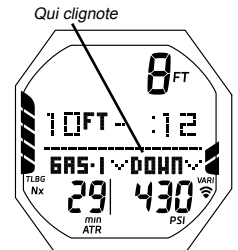

Fig. 85 - ÉCRAN PRINCIPAL D'INFRACTION PROVISOIRE
- > L'indication DOWN et les flèches pointant vers le bas se mettent à clignoter (Fig. 85) jusqu'à ce que vous vous trouviez dans les 3 M (10 FT) en dessous de la profondeur de palier requise (dans la zone de palier), puis s'effacent.